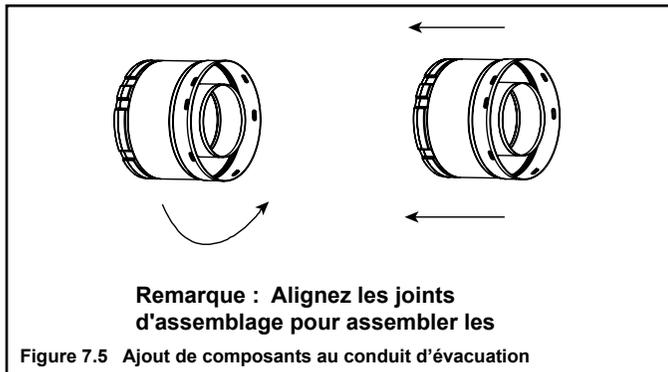

Figure 7.5 Ajout de composants au conduit d'évacuation
- Alignez le joint soudé du tuyau à celui du col pour en permettre l'entrée. Faites pivoter le composant du conduit d'évacuation pour le bloquer en place. Utilisez cette procédure pour chacun des composants du conduit d'évacuation. Voir la figure 7.5.